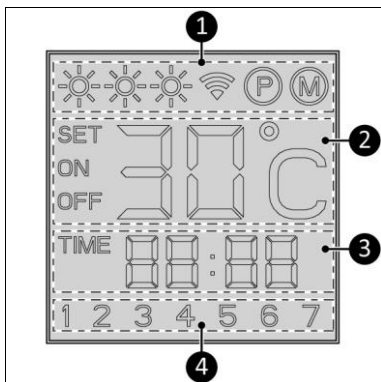

Figure 5
Indication d'état (Figure 5, pos. 1) :
Indication de température (Figure 5, pos. 2) :
Indication d'heure (Figure 5, pos. 3) :
Indication de jour (Figure 5, pos. 4) :